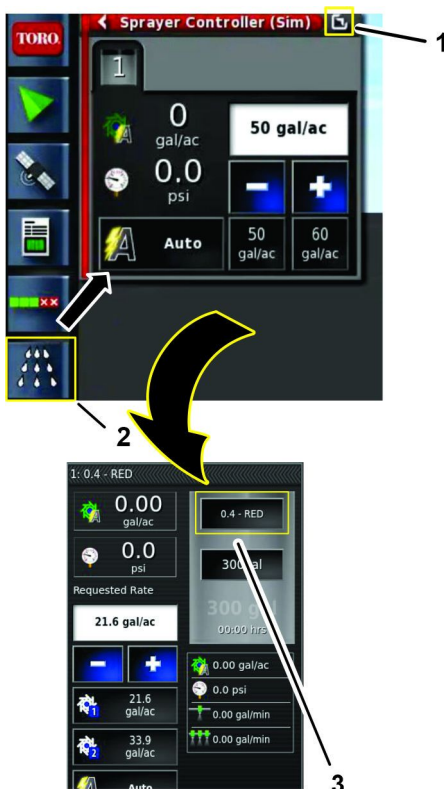

Bild 156
2. Tippen Sie auf das Symbol SPRÜHSTEUERGERÄT und tippen Sie auf das Symbol Erweiterte Ansicht im Bedienfeld des Sprühsteuergeräts (Bild 156).